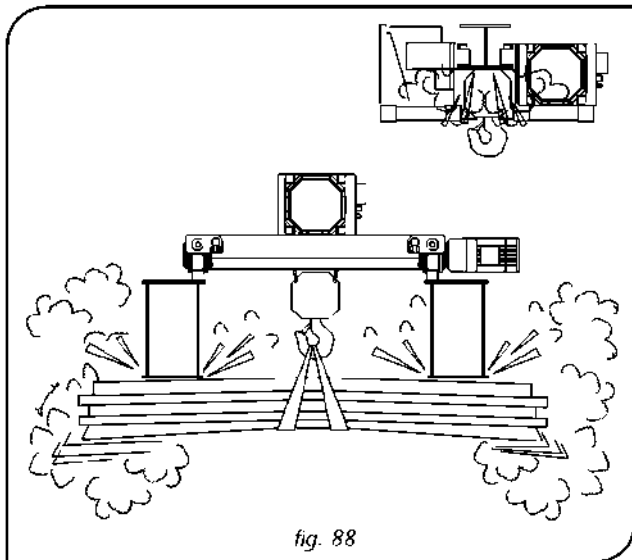

fig. 88
- Jeśli wciągarka jest wyposażona w wózek typu DST/R o zmniejszonych wymiarach l i b w dwudźwigarowy wózek typu DRT górny wyłącznik krańcowy MUSI być tak ustawiony, aby zapobiec kolizji ładunku i/lub bloczku hakowego lub części wciągarki ze strukturą dźwigarów (rys. 88).